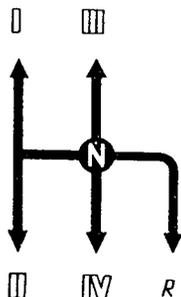

Bild 5. Schema der Schaltstellungen des Wechselgetriebebegangschalthebels:
- 18 - Gangschalthebel (Bild 5);